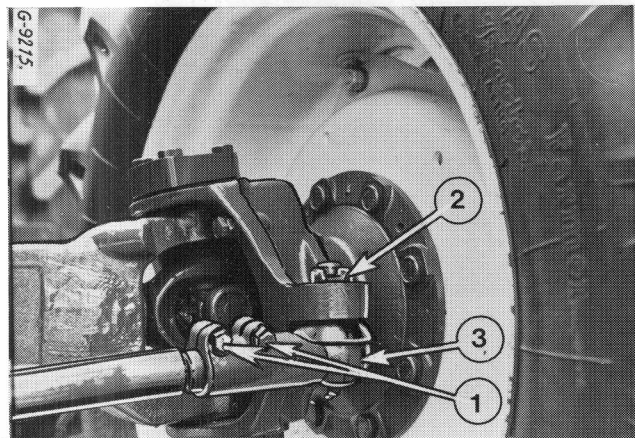

Figure 108
Desserrez les vis de fixation (1) Fig. 108. Otez l'écrou crénelé (2) et, suivant le cas, vissez ou dévissez la rotule (3) pour obtenir le pincement correct.